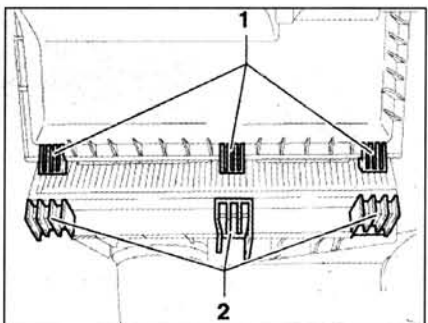

Рис. 1.120. Установите крышку фильтра так, чтобы пластиковые ушки 1 установились в пазы 2.
3. Очистите корпус воздушного фильтра и установите новый фильтрующий элемент. Установите крышку фильтра так, чтобы пластиковые ушки 1 установились в пазы 2 (рис. 1.120).